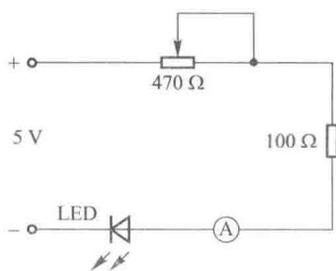

图 1.1-5 用万用表测量直流电流
(2)测量方法。万用表应与被测电路串联。应将电路相应部分断开后,将万用表表笔接在断点的两端。红表笔应接在和电源正极相连的断点,黑表笔接在和电源负极相连的断点(见图 1.1-5)。
(1)按图 1.1-5 所示连接电路,使发光二极管正常发光。